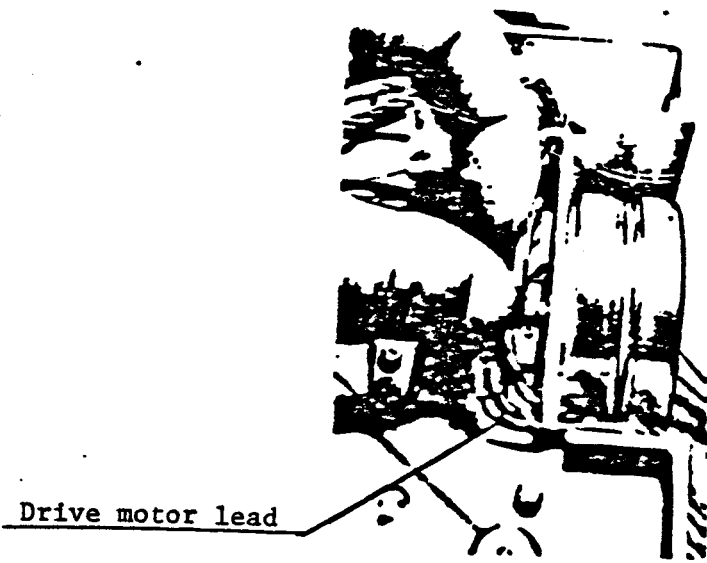

Fig. 4.9.1
4.9 TROO STOPPER (See figures 4.9.1 and 4.9.2.)